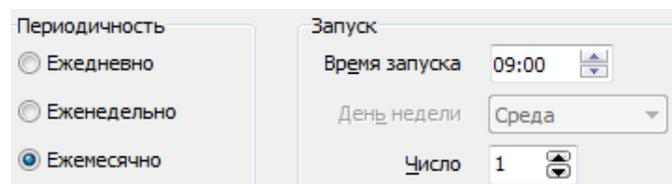

Рисунок 27.4 Вкладка Автоматический перенос данных в архив, ежемесячный перенос
- Ежемесячно: в этом случае необходимо указать Время запуска и Число месяца, когда будет происходить перенос данных в архив (Рисунок 27.4).